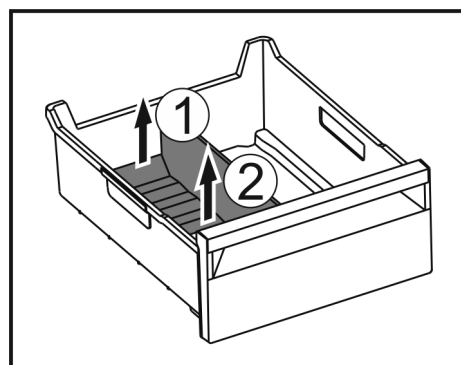

Fig. 170
- Soulever la partie arrière du séparateur de congélateur. Fig. 170 (1)
- ▶ Retirer le séparateur de congélateur par le haut. Fig. 170 (2)